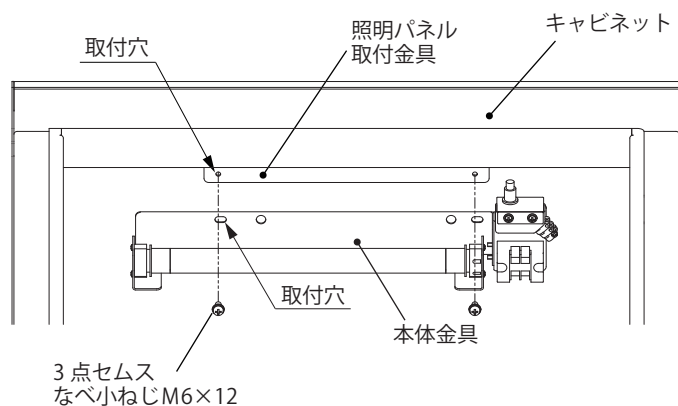

図 12
3. キャビネットの照明パネル取付金具に、本体金具の取付穴を利用して、付属の 3 点セムスなべ小ねじ M6×12 (2 カ所) にて取付けてください。(図 12)